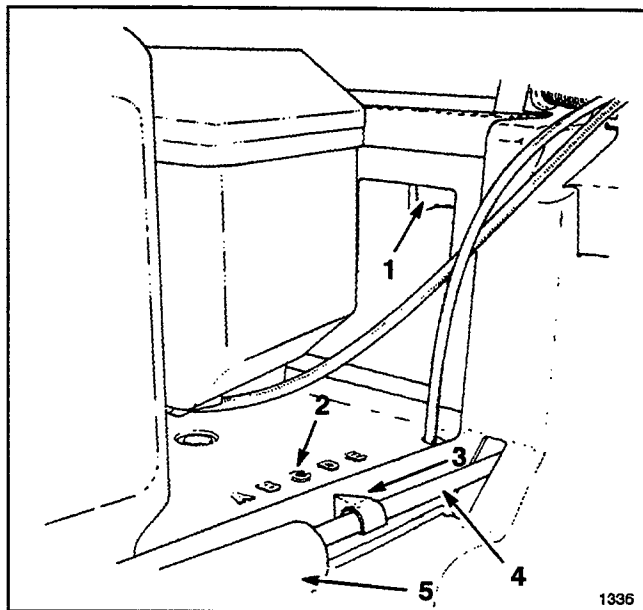

Figure 18
3. Presser le levier de réglage de hauteur de coupe avec un ou deux doigts (Fig. 18).